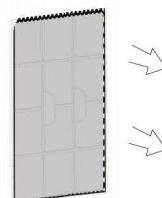

Abb. 2
3. Nehmen Sie den Vorfilter (2) heraus. Der Filter wird im Gerät mithilfe sechs Halterungen befestigt. (Abb.2).